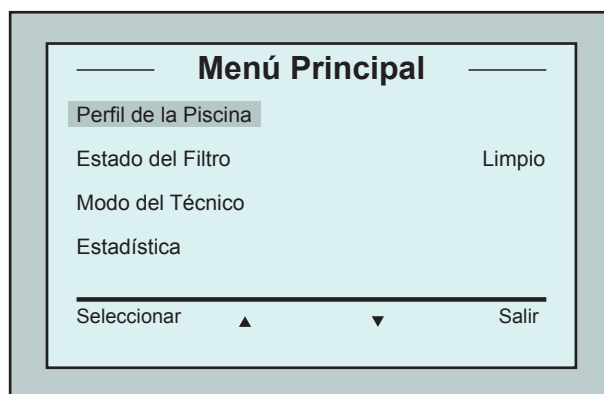

Figura 6: Pantalla *Menú Principal*
El robot Dolphin Wave está diseñado de manera a manejar 4 configuraciones diferentes de piscina de natación y una vez que éstas quedan establecidas, las configuraciones de la piscina son almacenadas en la memoria de la MMI. El robot viene de fábrica prefijado con ajustes específicos de piscina, los cuales pueden ser reajustados. Por favor refiérase a la primera pantalla del *Menú Principal*, Figura 6 y a los Ajustes Personalizados en la página 39.
2. Oprima **Menú** para entrar al *Menú Principal* (Figura 6).